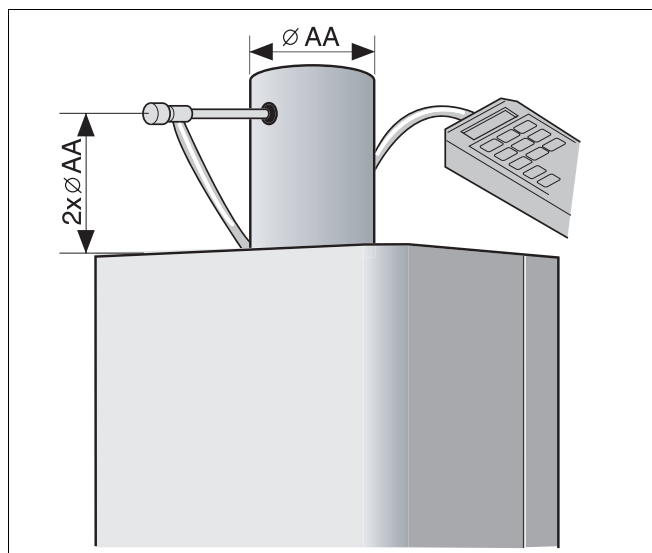

Рис. 19 Соединительный элемент системы сгорания воздуха и отвода газов
- Спереди после присоединения просверлите в газовой выводящей трубе отверстие прилб.  $2 \times \text{Ø AA}$  (рис. 19).